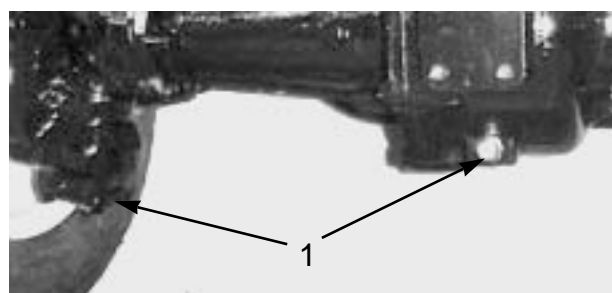

図 53
2. ドレン・プラグ（図 53；左右端に 1 個と中央に 1 個、全部で 3 個ある）の周辺をきれいに拭く。